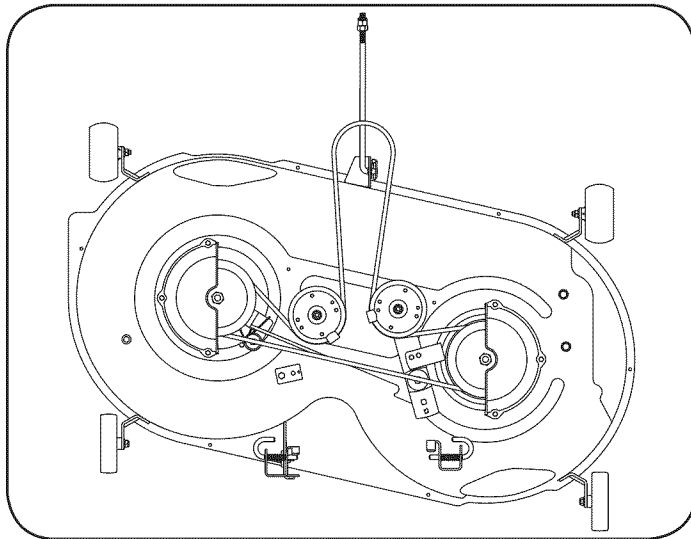

Figura 15
5. Para colocar la correa nueva, comience pasándola alrededor de las dos poleas de husillo externas como se ve en la Figura 15.
6. Pase luego la correa alrededor de las dos poleas locas de la plataforma, como se ve en la Figura 15.